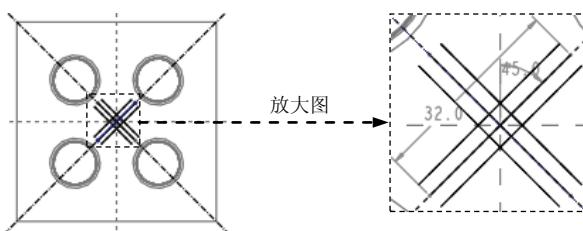

图 25.9 截面草图
Step5. 绘制截面草图。进入草绘环境后，选取 **MOLD_FRONT** 基准平面和 **MOLD_RIGHT** 基准平面为草绘参考；绘制图 25.9 所示的截面草图(即两条中间线段)。完成特征截面的绘制后，单击“草绘”操控板中的“确定”按钮 。